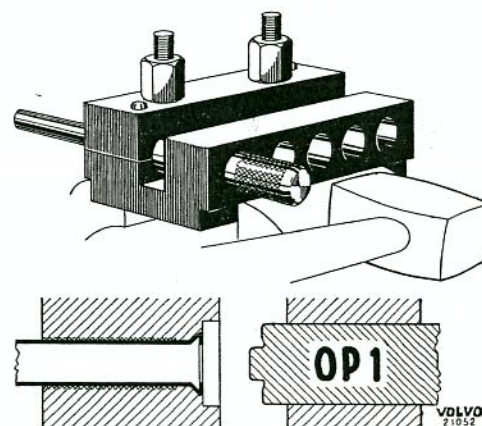

Bild 27. Kragning av bromsrör.
4. Placera dornen OP 1 i verktyget. Slå på dornen med en kopparläggga tills dornen går i botten. Kanten på röret vikes då enligt bild 27.